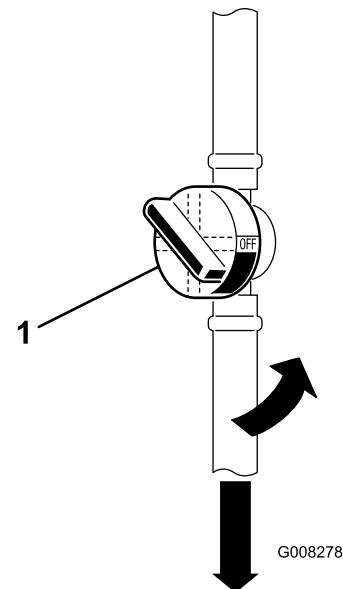

Figura 29
6. Chiudete la valvola di intercettazione del carburante (Figura 29).
- 7. Premete le estremità delle fascette stringitubo ed allontanatele dal vecchio filtro del carburante (Figura 29).